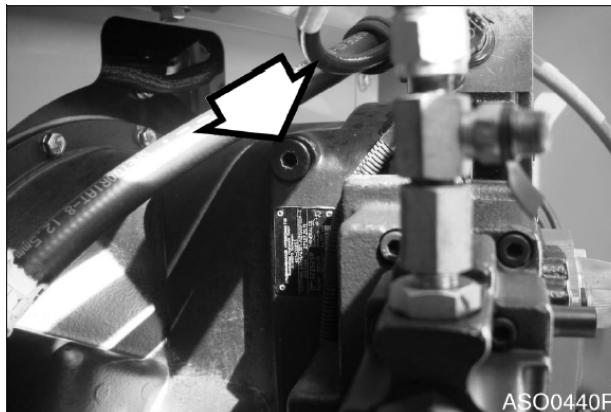

Рис. 82
1. При выключенном двигателе снять заглушки вентиляционных отверстий (рис. 82), чтобы убедиться в наличии масла.
2. Если масло отсутствует, заполнить насос маслом через отверстие (рис. 82).
3. Сначала следует установить на место заглушки вентиляционных отверстий (рис. 82).
5. Медленно ослабить заглушки вентиляционных отверстий (рис. 82) несколько раз, пока гидравлическое масло не начнет вытекать через отверстие. Это подтверждает, что воздух полностью вышел.
6. Затянуть заглушки (рис. 82).